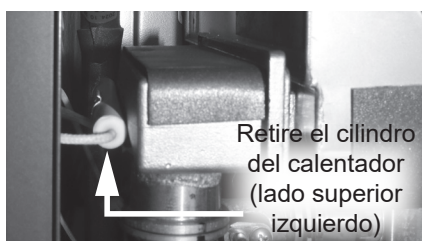

Figura 148 - Retiro de los cilindros calentadores del HEX secundario
- 40** Ubique los dos cilindros del calentador al lado izquierdo del HEX secundario. El cilindro del calentador se afirma en posición con un soporte flexible. Retire el cilindro del calentador. Consulte la Figura 148.